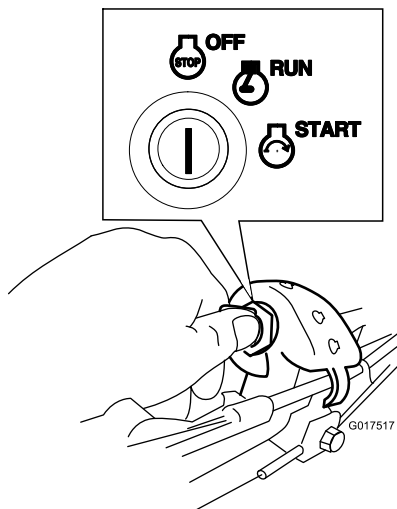

Рисунок 21
1. Поверните ключ зажигания в положение OFF (Выкл.) (Рисунок 21).